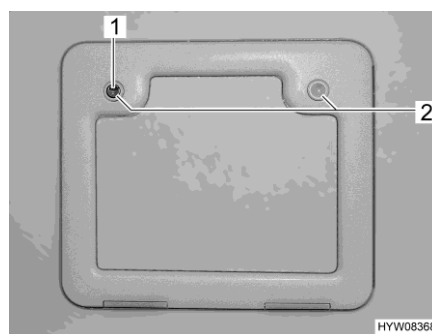

Fig. 17 Portillon extérieur pour cassette Thetford
- Insérer la clé dans le barillet du verrou de pression (Fig. 17,1) et la tourner d'un quart de tour.
- Appuyer du pouce et simultanément sur les deux verrous de pression (Fig. 17,2) et ouvrir le portillon extérieur.
- Insérer la clé dans le barillet (Fig. 17,1) et la tourner d'un quart de tour.